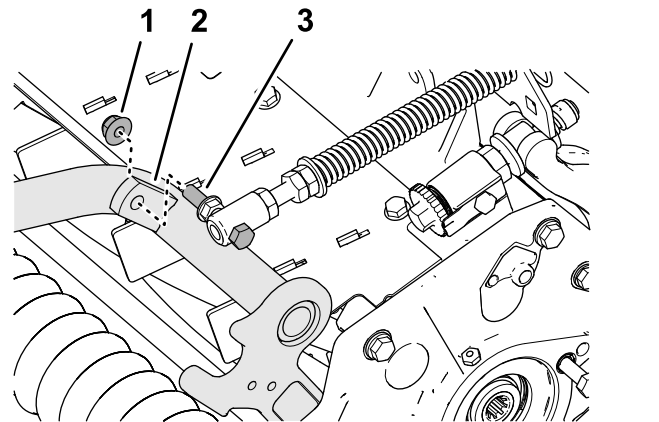

Рисунок 9
4. Установите колпачковый винт пружины компенсации состояния грунта на правый выступ несущей рамы (Рисунок 9) с помощью фланцевой контргайки ($\frac{3}{8}$ дюйма).